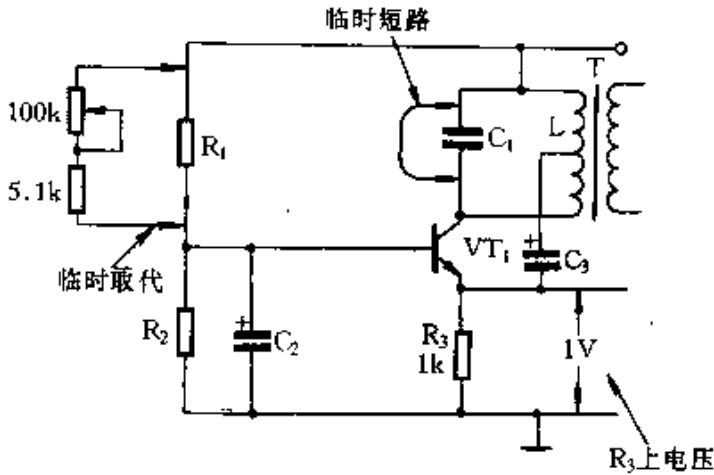

图 4-41
② 调整 VT_1 的静态工作点。如图 4-41 所示,用 $100\text{k}\Omega$ 电位器与 $5.1\text{k}\Omega$ 电阻串联后临时取代 R_1 ,将 C_1 临时短路,调节电位器,使 R_3 上电压为 1V 。这时, $100\text{k}\Omega$ 电位器与 $5.1\text{k}\Omega$ 电阻串联的总阻值即是 R_1 的阻值,用相同阻值的电阻焊入 R_1 位置即可。